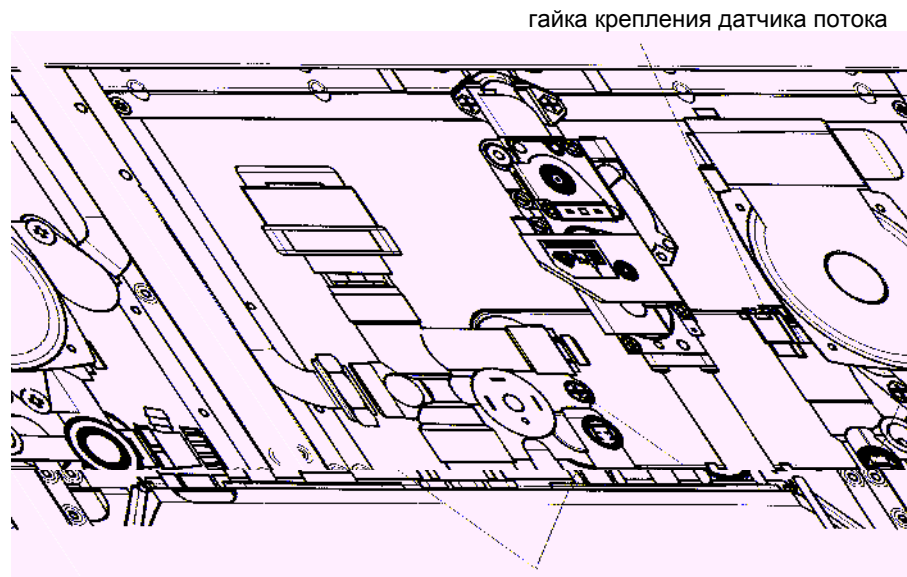

Рис. 23
- отвинтите два винта (прямо перед вами), крепящие теплообменник ГВС, и выньте его (см. рис. 23).
- отвинтите гайку на блоке датчика потока воды (рис.23);